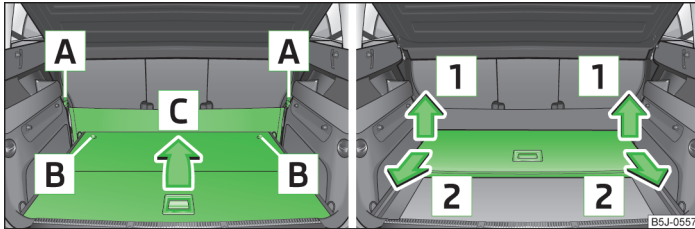

Abb. 50 Variablen Ladeboden zusammenklappen / herausnehmen
- › Die Schlaufen **A** » Abb. 50 der elastischen Trennwand aus den Befestigungspunkten aushängen.
- › Den variablen Ladeboden durch Drehen der Sicherungsbolzen **B** » Abb. 50 nach rechts um ca. 180° verriegeln.